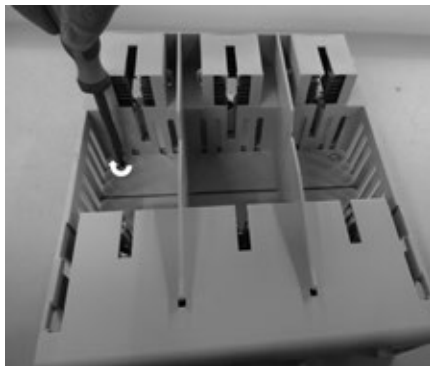
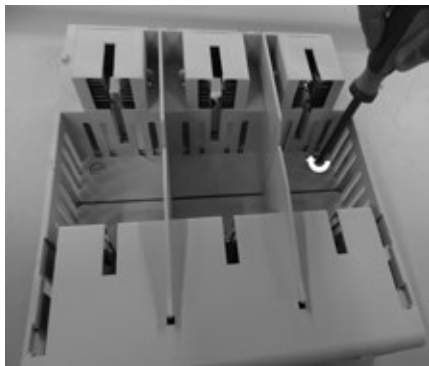

Figura 5
Figura 6
- Insira a tampa na base da seccionadora e então mova a tampa ao longo da base da seccionadora e feche com firmeza (4).
- Gire o parafuso 90 graus na proteção de terminais selecionada (Figura 5 e Figura 6).